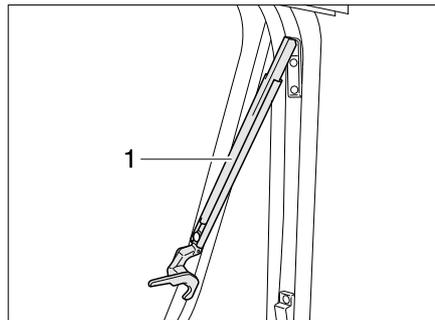

Bild 61 Ausstellfenster mit Automatik-Ausstellern, geöffnet
- Ausstellfenster bis zur gewünschten Raststellung öffnen. Der Automatik-Aussteller (Bild 61,1) rastet selbstständig ein.